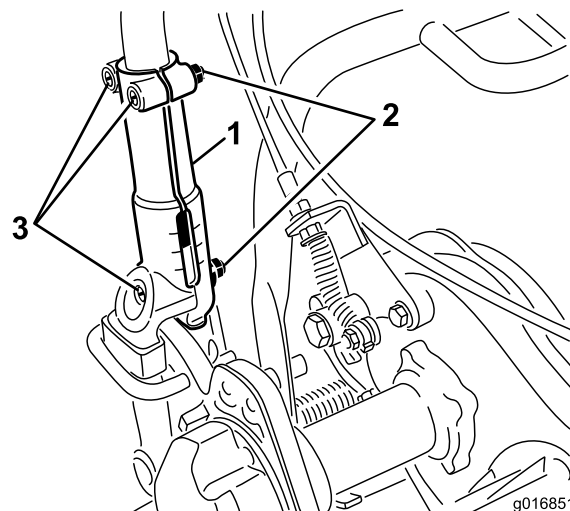

Bild 23
1. Lösen Sie die drei Schlossschrauben und Muttern, mit denen jede Seite des Griffs in den Griffklemmen befestigt ist (Bild 23).